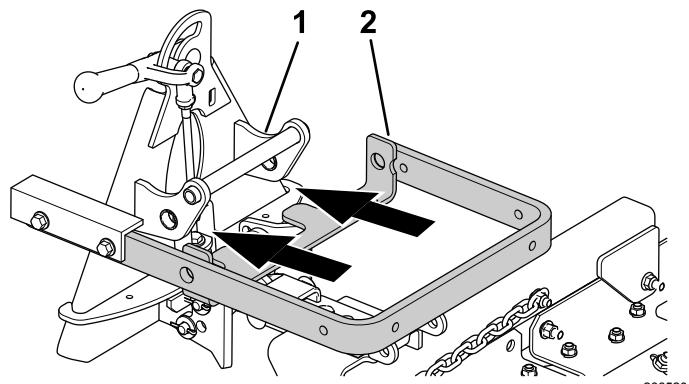
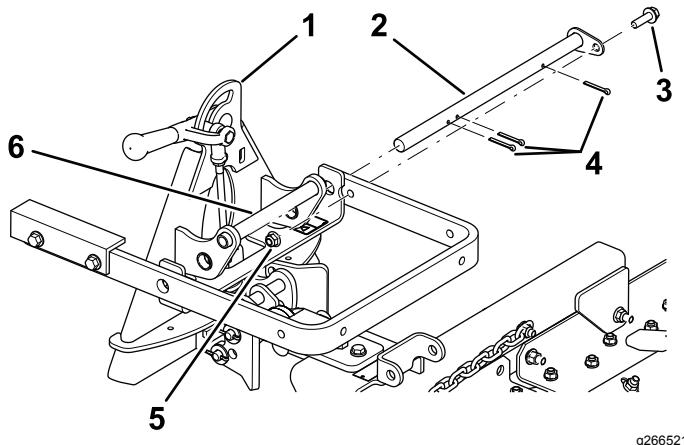

Bild 4
Bild 5
3. Richten Sie den Hubarm mit der Halterung am Anbaugerätadapter aus (Bild 4) und schließen Sie diese mit der Gelenkstange an, siehe Bild 5.
Hinweis: Bewegen Sie den Anbaugerätadapter mit dem Griff hinten am Adapter (Bild 4).
4. Befestigen Sie die Gelenkstange mit drei Splints und einer Schraube (3/8" x 1 1/4") und einer Sicherungsmutter (Bild 5).